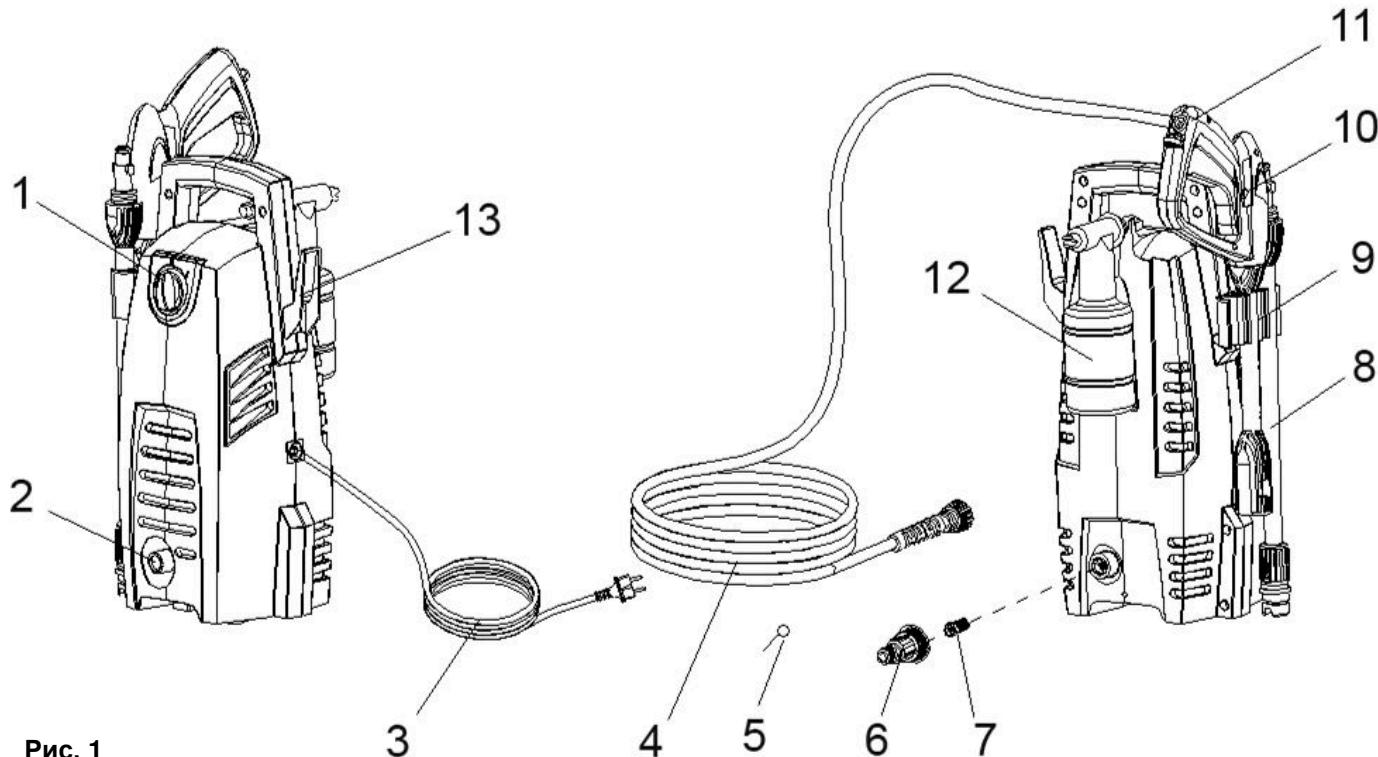

Рис. 1
- Установите крепление пистолета-распылителя в скобу на корпусе мойки до щелчка (См. Рис.1)
- Установите выключатель (1) (см. Рис.1) в положение в положение «ВКЛ» (ON).
- Отожмите кнопку блокировки (11) и направьте форсунку пистолета - распылителя на обмываемый участок.
- Отожмите кнопку блокировки (11) (См. Рис. 1) и направьте форсунку на обмываемый участок.
- Во время продолжительных перерывов в работе (свыше 5 минут) аппарат следует выключать, для этого переведите переключатель (1) в положение «ВЫКЛ» (OFF)
- Вставить ручной пистолет-распылитель в держатель (10) (См. Рис. 1).